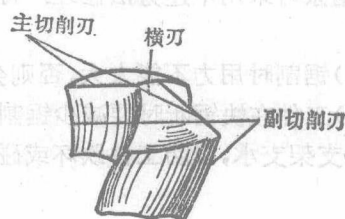

图 1-16 麻花钻的切削部分
2.麻花钻的工作部分 工作部分由切削部分(图1-16)和导向部分组成。切削部分包括横刃和两条主切削刃。标准麻花钻两主切削刃形成的锥角为 $118^{\circ} \pm 2^{\circ}$ 。导向部分有两条对